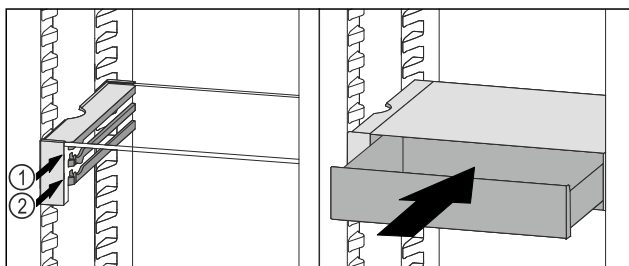

Fig. 94
- ▶ 将 VarioSafe 抽屉放置在所需肋梁 Fig. 94 (1) 或 Fig. 94 (2) 上的止动器后面。